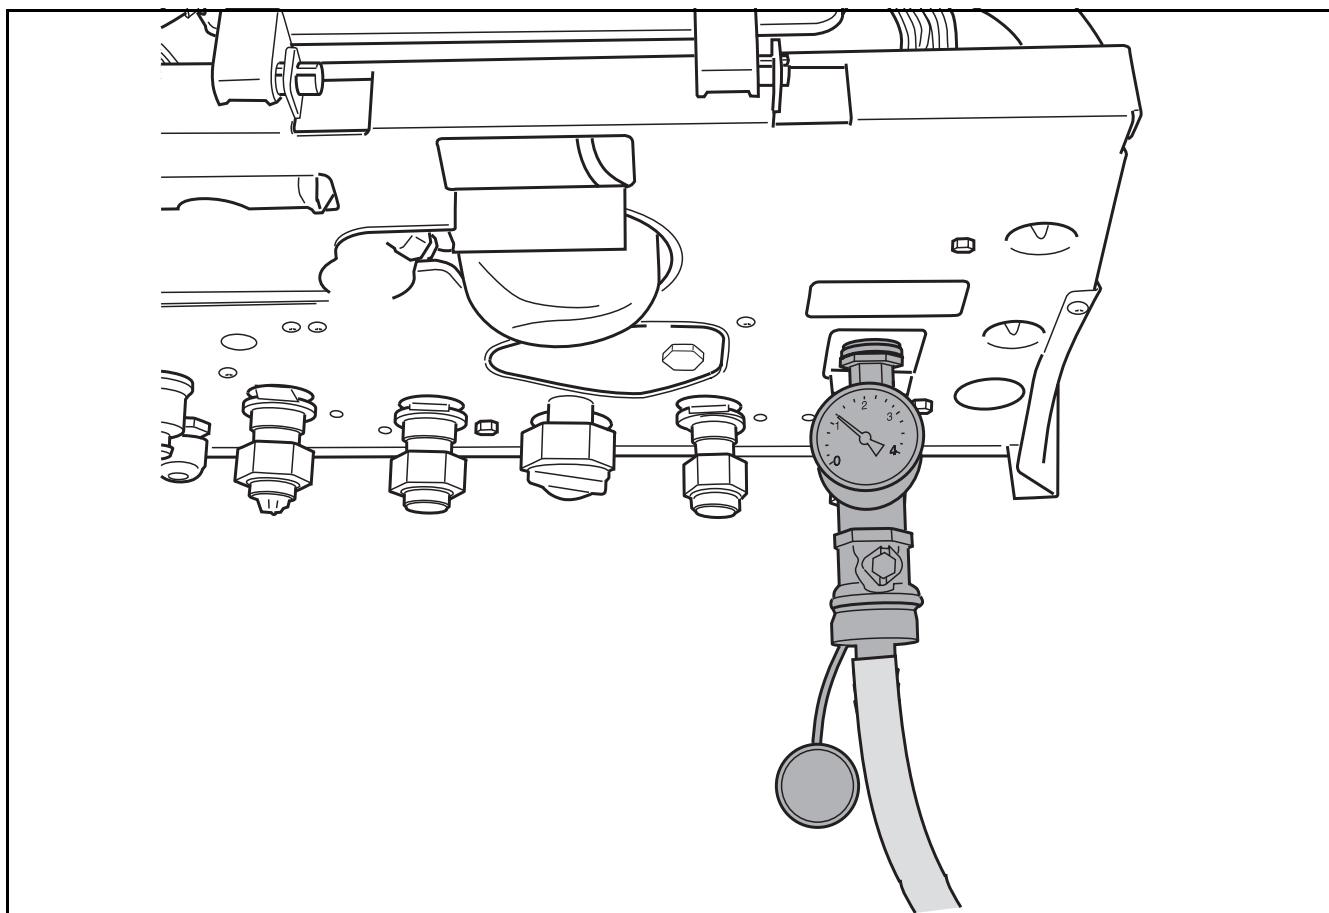

Рис. 7 Выпуск воды из отопительной установки
- Подключить шланг к наполняющему крану прибора (рис. 7).